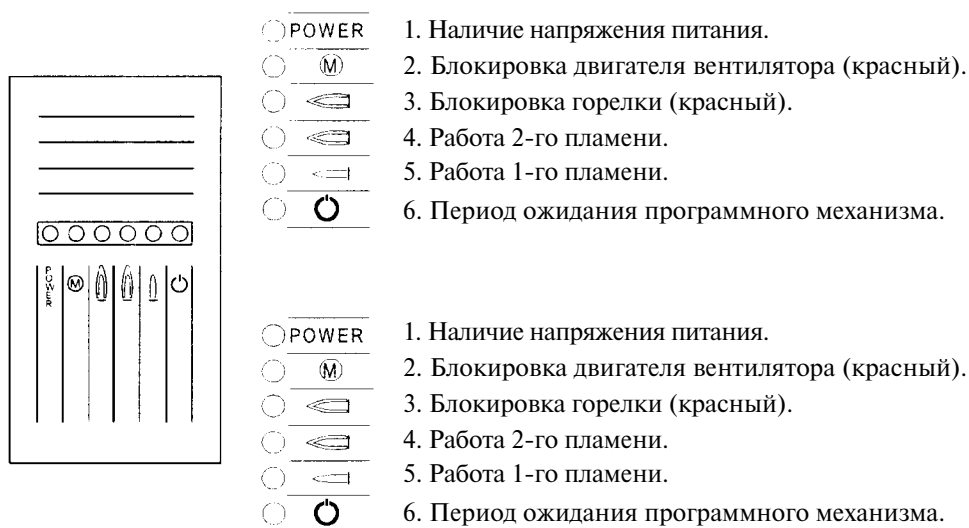

Рис. 30
4. Панель управления (Рис. 30)